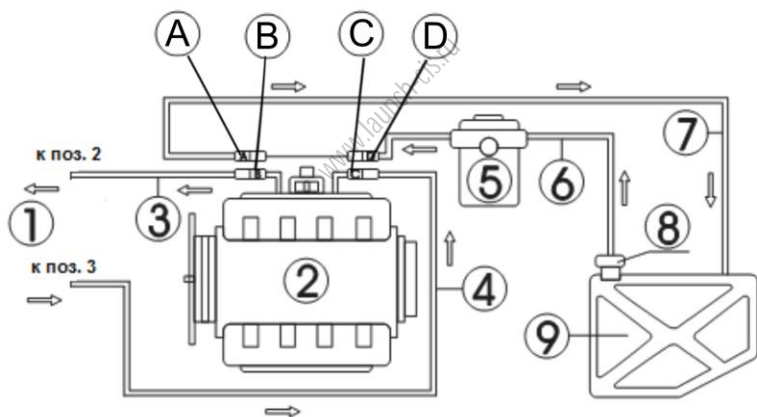

Рис.5.15
- 1) Отсоедините соединения шлангов подачи топлива (С, D) и шлангов возврата топлива (А, В) топливной системы двигателя (при отключении соединителя оберните его куском ткани). Подберите подходящие соединители и подсоедините их к концам шлангов В и С, а затем подсоедините другие концы к соответствующим концам сливного и подающего шлангов стенда. См. рис. 5.15.